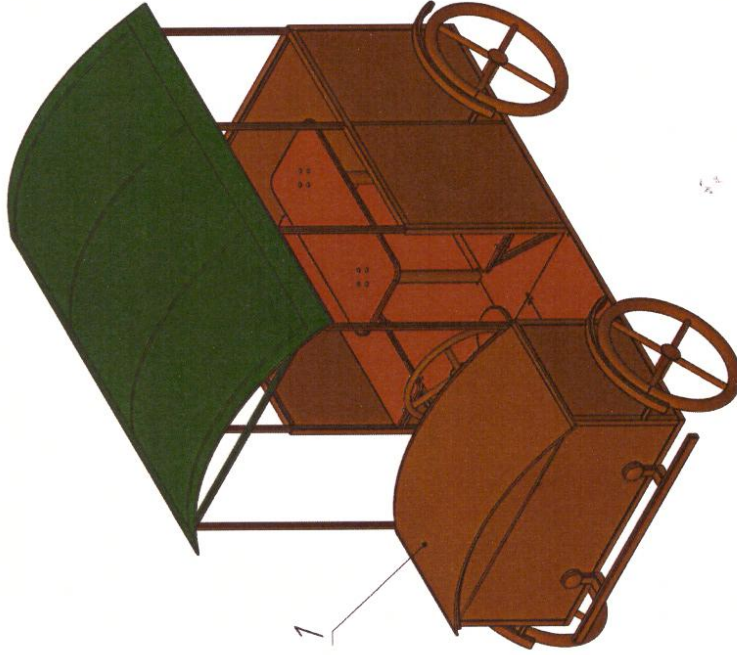

Рис.1
14.3 Сборка проводится согласно схеме, представленной на рис. 1.